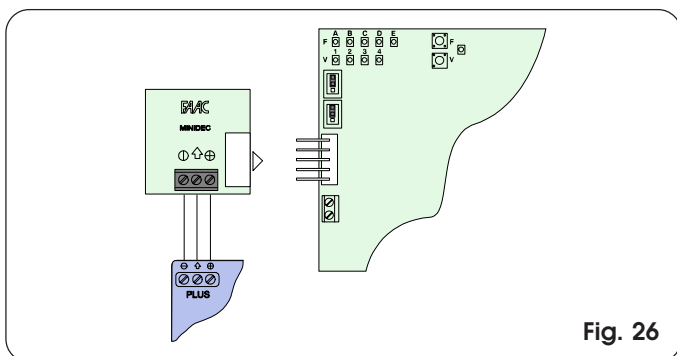

Fig. 26
N.B.: si deux dispositifs avec un contact N.O. ont la même fonction, les connecter en parallèle entre eux (Fig. 26).
Brancher le connecteur plat J5 (Fig. 19) sur la platine de décodage DECODER, MINIDEC ou RP d'après la Fig. 26 qui illustre la connexion d'une platine MINIDEC.